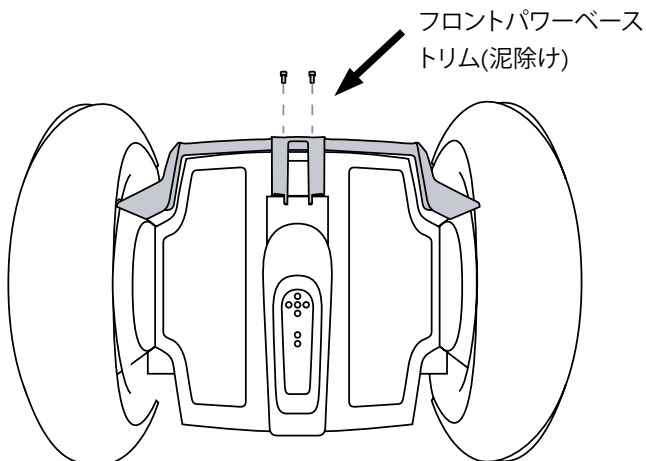

図 1. 泥除けファスナーを外す
2. 4mm 六角レンチを使って、フロントパワーベーストリム (泥除け) から 2 本のファスナーを外します。図 1 を参照してください。